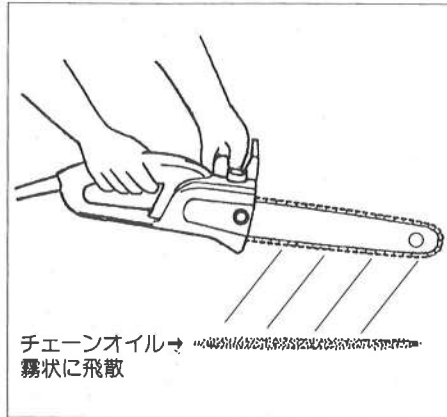
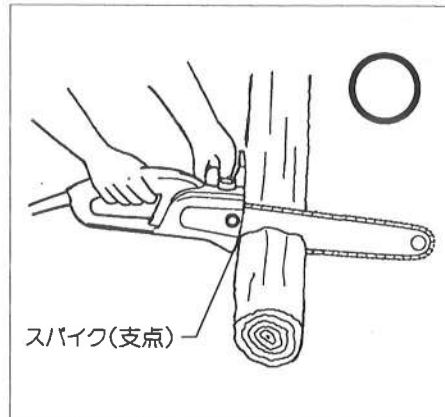

図12
図13
- ご使用前にソーチェーンを材料から離して回転させてください。ガイドバーの先端にチェーンオイルが吐出していることを確認してください。(図12参照)
- ①切断材は地面からできるだけ離して固定してください。
- ②ロックボタンを右手親指で押しながら、スイッチの引金を引いてください。
- ③ソーチェーンのスピードを上げた後、本機のスパイク部(ソーの手前)を切断材料に斜かにあてて切断してください。(図13参照)